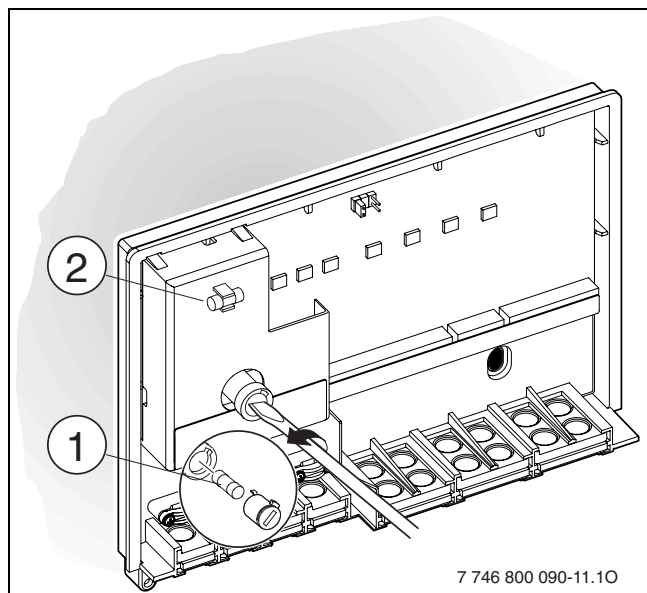

Bild 14 Austausch der Sicherung
- ▶ Sicherung (→ Bild 14, [1]) austauschen. Auf der Abdeckung ist eine Ersatzsicherung [2] vorhanden.